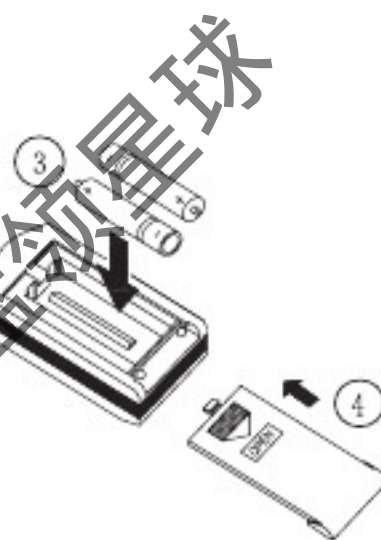

图2
3. 换上两节新7号(AAA 1.5V)干电池，确定 ⊕ 极和 ⊖ 极的位置正确。（如图2 ③）
4. 合上遥控器电池盖。（如图2 ④）